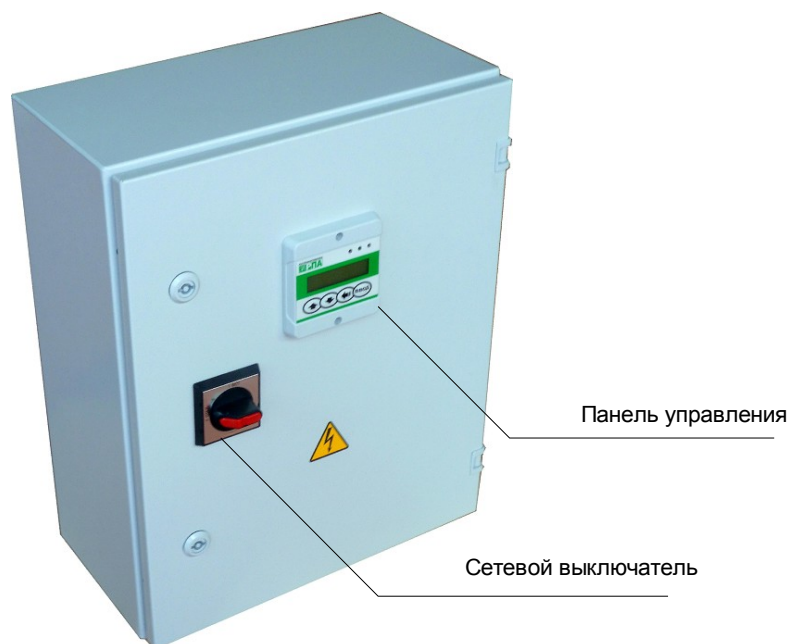

Рисунок 1
- Переведите сетевой выключатель ШУ (см. рисунок 1) в положение «ON».